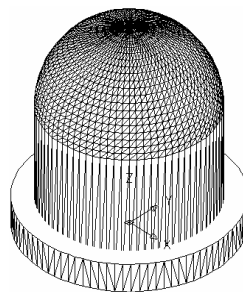

图 6-1-18 消隐处理
(3) 消隐处理。在命令行中输入 HIDE 命令并按回车键, 将实体进行消隐处理, 结果如图 6-1-18 所示。